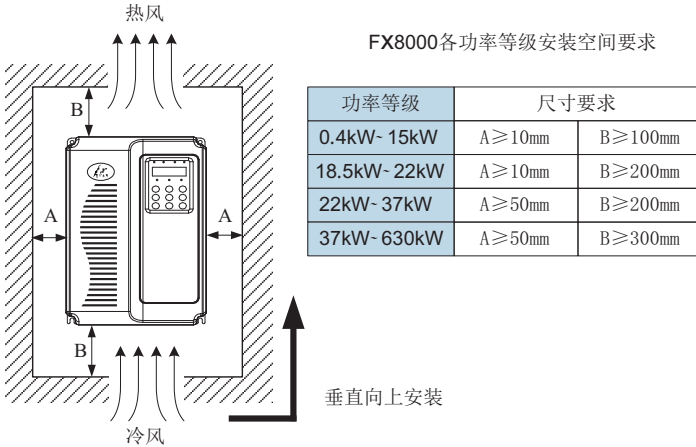

图3-1 FX8000变频器各功率等级安装空间要求
- 1) 安装空间要求如图3-1所示，需保证变频器有足够的散热空间。预留空间时请考虑柜内其它器件的散热情况。